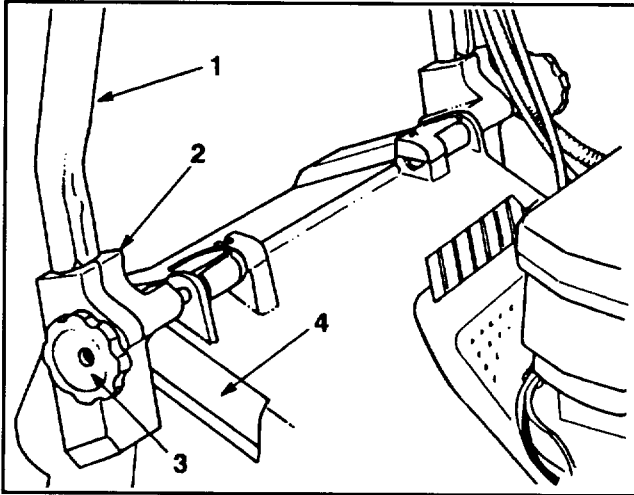
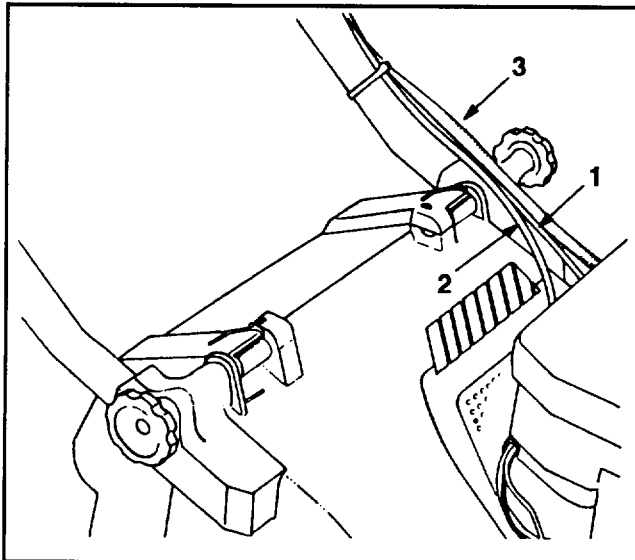

Abbildung 1
Abbildung 2
1. MONTAGE- Drehknöpfe auf der Gestängehalterung lockern (Abb. 1).
3. Die Enden der Griffstange in die Löcher der Gestängehalterung schieben bis sie sicher gehalten werden (Abb. 1). Sicherstellen, daß die Gaszug-, das Elektrostart- (Startschlüssel-Modell) und das Antriebskabel an der Gestängehalterung links oben sind (Abb. 2).
4. Den Griff und die Gestängehalterungen nach hinten schwenken bis die Rastklinken sicher in den Gehäusekasten gehalten werden (Abb. 2).